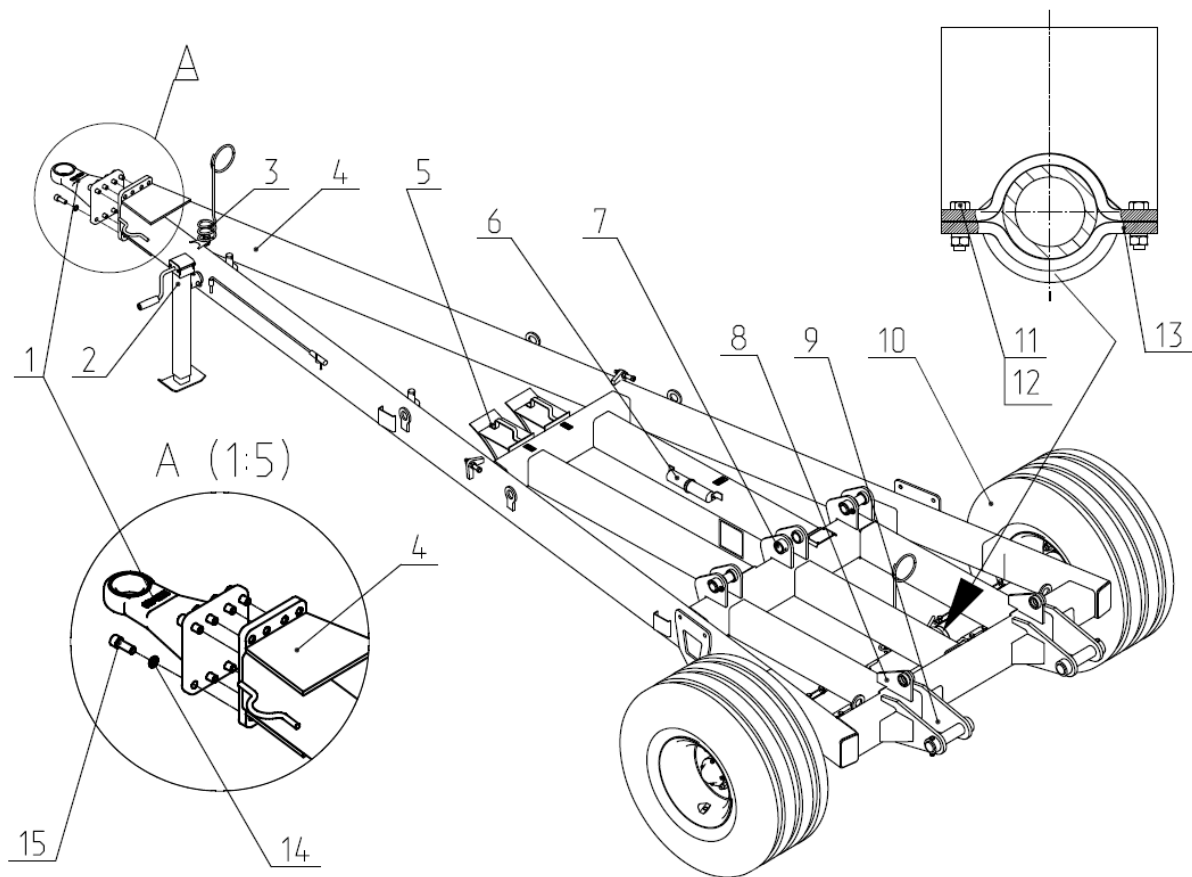
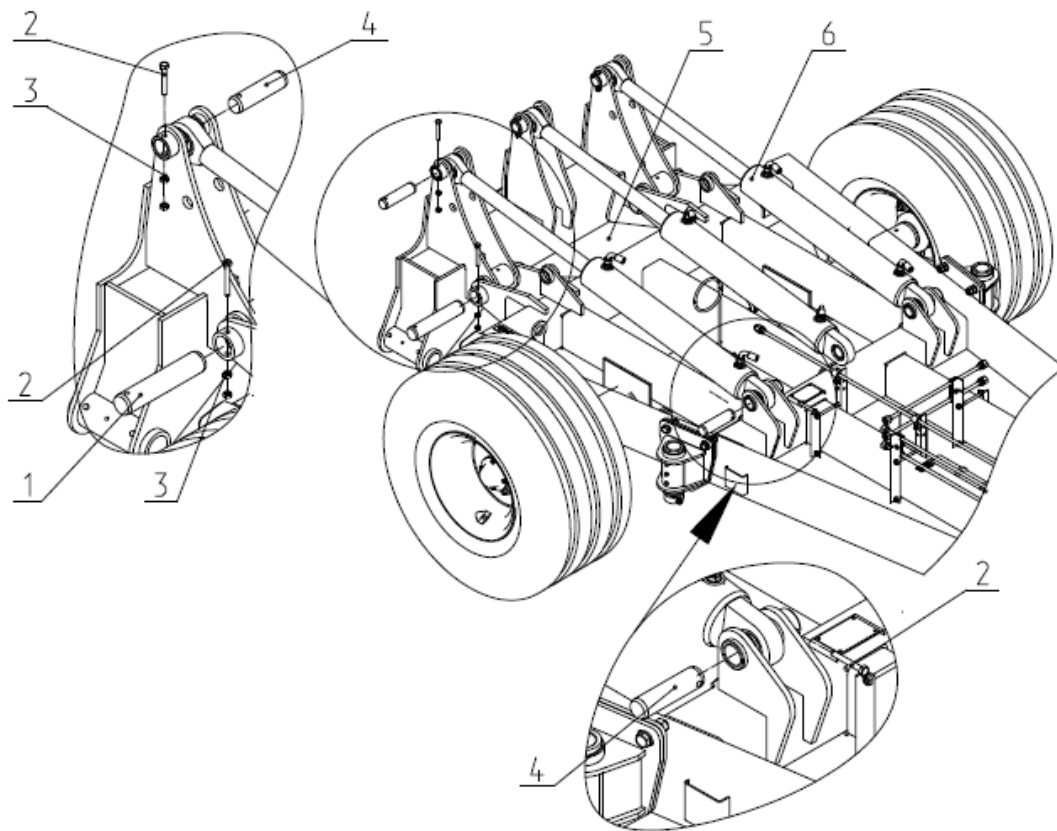

Рис.4 Сница в сборе КБП12 01.080
Рис.5 Закрепление центральной балки на снице.
2.3 Сница в сборе (рис.4) предназначена для присоединения культиватора к трактору и состоит из цельносваренной самой сницы 5. К снице спереди закреплен регулируемый по высоте кронштейн 1 с прицепной серьгой. На раме сницы установлены стояночная опора 2, противооткатные башмаки 5, пенал с документацией 6. В посадочных седлах сницы установлен колесный мост 10 и закреплен прижимами 13. На раме сницы приварены кронштейны 7 для установки гидроцилиндров. Кронштейн 8 служит для блокировки культиватора в транспортном положении. Кронштейн 9 служит для шарнирного закрепления на снице центральной балки 5 (рис.5) культиватора.